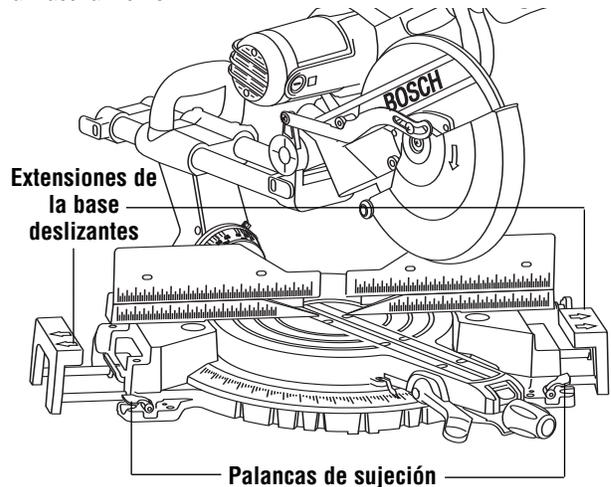

Figura 2. Extensiones de la base deslizantes
**Extensiones de la base deslizantes** – Estas extensiones proporcionan soporte adicional a la pieza de trabajo y son sumamente útiles cuando se cortan piezas largas. Para posicionar las extensiones sólo suelte las palancas de sujeción de las extensiones de la base, ajuste las extensiones y vuelva a fijar las palancas (Figura 2). (También vea tope de longitud en la página 68.)